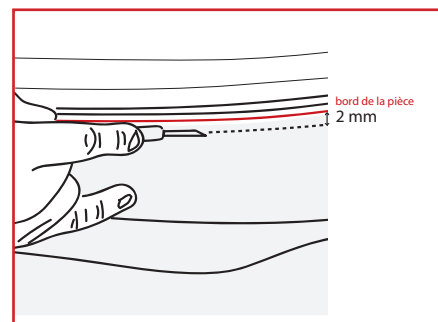

Figure 06
*Pour assurer une bonne adhésion des bords du film, ne pas recouvrir la pièce à protéger bord à bord, ni laisser de débord. (FIG. 06)*